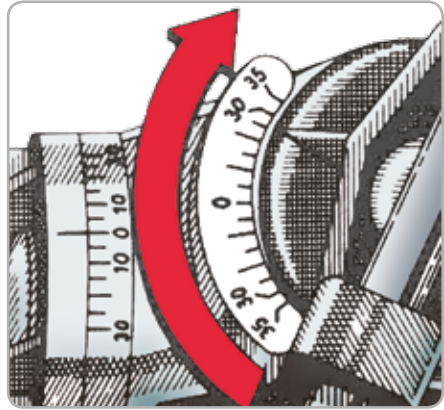

Fig.19
- Pentru a ascuti suprafețele de pe partea opusă a lanțului, deblocați rozeta de blocare (11) și rotiți capul de orientare pe axa Z (8) într-un unghi similar (în oglindă) (Fig.19).